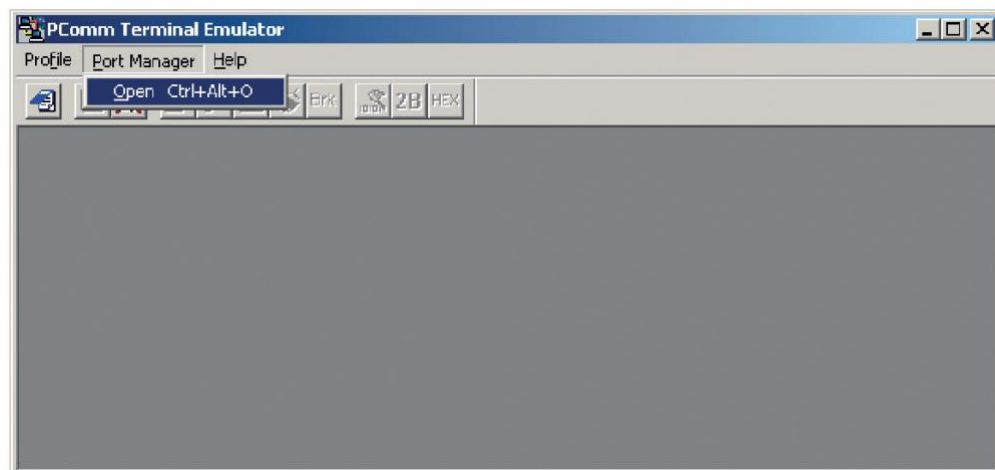

Рис.3. PComm Terminal Emulator.
6. Подключитесь к программатору — откройте вкладку «Port Manager», выберите команду «Open» (рис. 3).